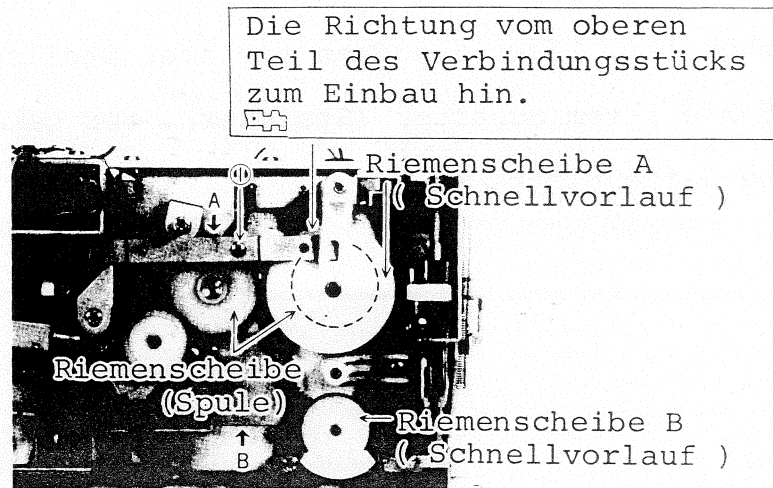

Abb. 6
- d) Abb. 6 zeigt den Zustand, wenn das Schwungrad und die Halterung (für das Schwungrad) herausgenommen sind. Wenn ein weiterer Auseinanderbau erforderlich ist, dann entfernen Sie die Schraube ① ( M2,6 x 0,45 x 5 ) in der Abb. 6. Das Verbindungsstück A kann dann in zwei Teile zerlegt werden, und die Riemenscheibe A in Abb. 6 läßt sich herausnehmen.
- Achten Sie darauf, daß der obere Teil des Verbindungsstücks A in die Richtung zeigt, welche rechts oben in der Abb. 6 angegeben ist.
B Blockachse in der Loch der Glied B in der Abb. 6.